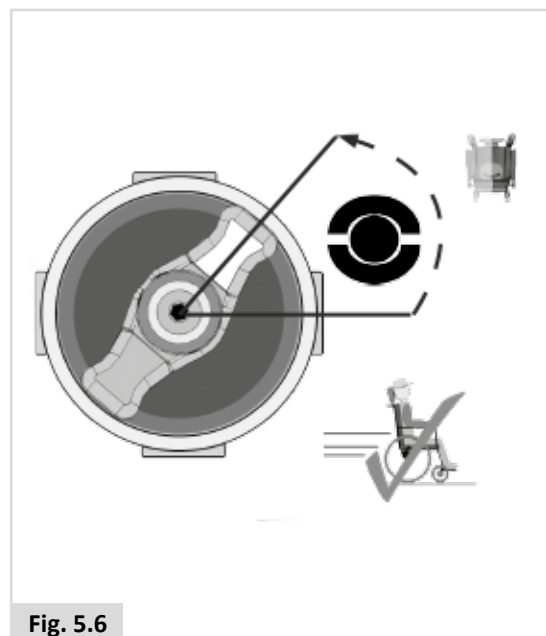

Fig. 5.6
1. Para conducir la silla de ruedas. (Fig. 5.6).